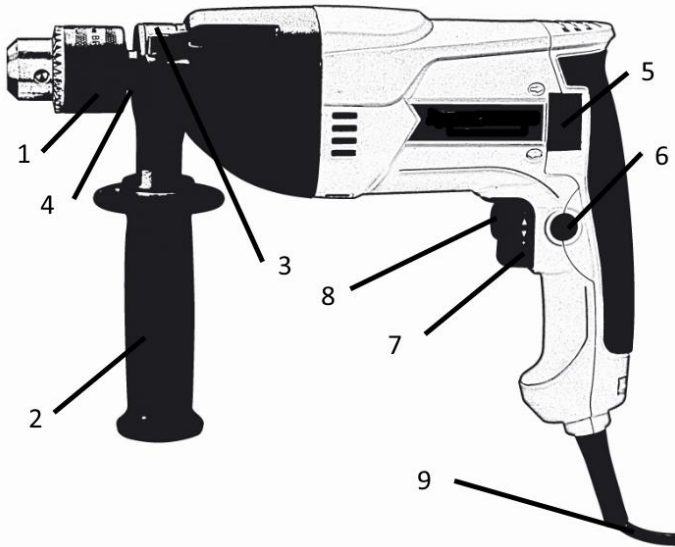

Рисунок 1
4.2 Виберіть необхідний режим роботи виробу за допомогою перемикачів (8) та (5) (див. рисунок 1). Перемикання напрямку обертання здійснюється переведенням перемикача (5) (див. рис.1) з одного крайнього положення в інше.